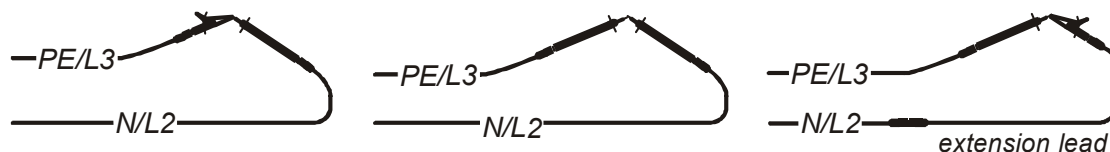

Abb. 5.10: Kurzgeschlossene Prüfspitzen – Beispiel Durchgang NPE
- Schließen Sie das Prüfkabel an das Instrument an und schließen Sie die NPE (siehe Abb. 5.10) oder LPE Prüfleitungen kurz.